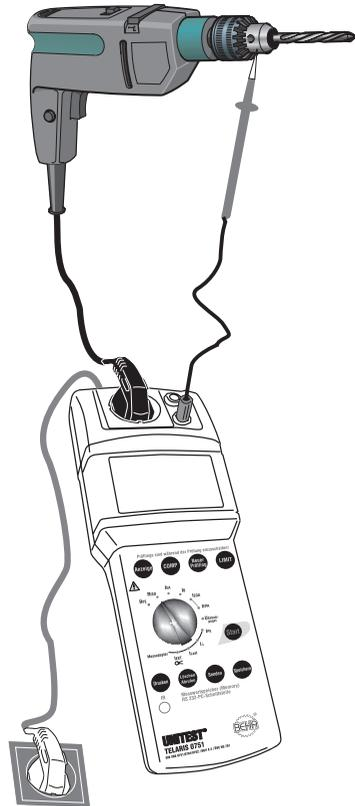

Bild 6.6: Messung des Isolationswiderstandes bei Geräten der Schutzklasse II
- Bei Geräten der Schutzklasse II oder III und berührbaren leitfähigen Teilen bei Geräten der Schutzklasse I, die nicht mit dem Schutzleiter verbunden sind, verbinden Sie zusätzlich die Buchse 'PE' (5) mit allen berührbaren leitfähigen Gehäuseteilen des Prüflings, siehe Bild 6.6.
- Die Messergebnisse können durch Drücken der Taste Speichern (10) abgespeichert werden. Hinweise zu Speichern von Messwerten siehe Abschnitt 7.1 und 7.2.